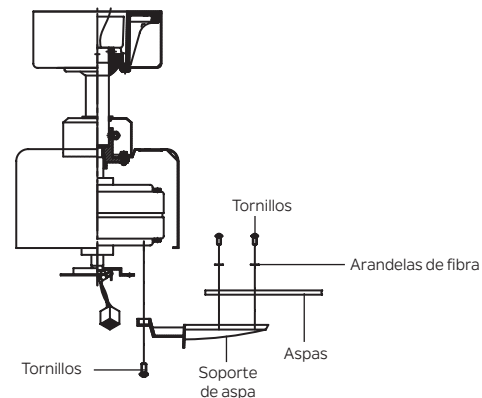

Figura 14
Paso 1. Fije un asa a un soporte de asa usando los tornillos y las arandelas de fibra proporcionadas. (Figura 14)
Paso 2. Fije cada asa al motor utilizando los tornillos para montaje del soporte de aspas. (Figura 14)